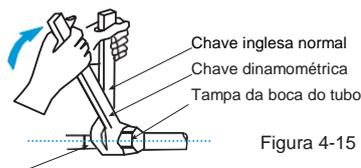

Figura 4-15
- Use duas chaves ao instalar ou desinstalar o tubo, uma chave inglesa comum e uma chave dinamométrica. Ver Figura 4-15.